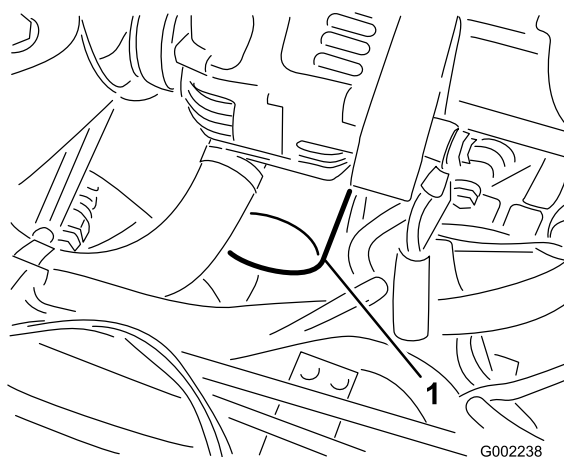

Figure 43
7. Retirez le filtre à huile usagé (Figure 43).
10. Posez le filtre à huile de rechange sur l'adaptateur. Tournez le filtre dans le sens horaire jusqu'à ce que le joint rejoigne l'adaptateur, puis donnez ½ tour supplémentaire (Figure 43).